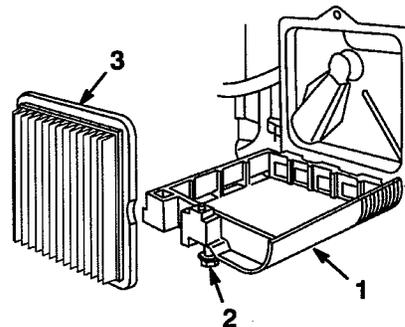

Abbildung 13
2. Die Schraube entfernen, mit der die Luftfilterabdeckung am Motor befestigt ist (Abb. 13). Die Abdeckung nach unten kippen und gründlich reinigen.
3. Den Papierfilter des Luftfilters (Abb. 13) entfernen und wegwerfen.